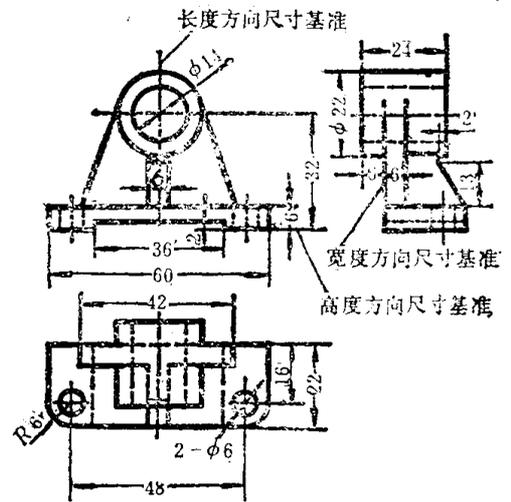

图 1-4 轴承座零件图
(1) 先看标题栏：标题栏内一般都列出了零件的名称、材料、数量、图号、比例等，可以大致了解零件的用途。
(2) 看视图，明确关系：首先找出视图，了解各视图之间的投影关系；再根据视图的位置和标注，弄清各个视图的表达意图。
(3) 分部分，想形状：对于形状较复杂的零件图，应先分成几个组成部分，再分别弄清各个部分是由哪些基本几何形体组成，以及相互之间的关系。最后将各部分综合起来，就可想出零件的完整结构和形状了。
(4) 看尺寸和技术要求：根据三视图“长对正，高平齐，宽相等”的投影规律，首先找出长、宽、高三个方向的尺寸作为基准；再找出各部分的定位尺寸和定形尺寸；还要仔细检查所标注的尺寸是否齐全和合理（如图1-4所示）。